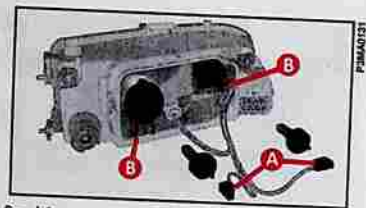

fig. 16
- 2) Débrancher la connexion **A**-fig. 16.